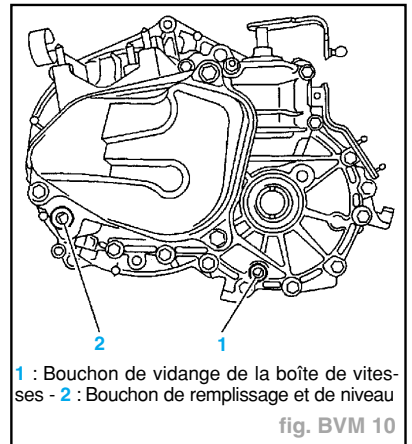

fig. BVM 10
POSITION (Fig. BVM 10)
- Le remplissage se fait jusqu'à débordement par l'orifice de remplissage (2) (fig. BVM 10).